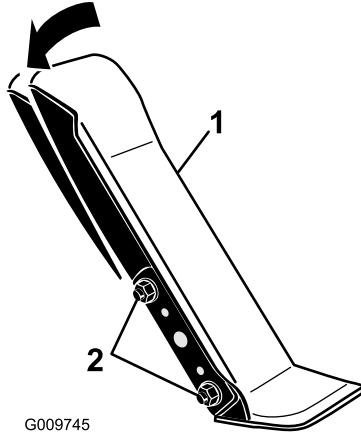

Figure 88
1. Desserrez les deux écrous et boulons qui fixent le côté gauche de la pédale de déplacement au support (Figure 88).
2. Faites pivoter la pédale à l'angle voulu puis serrez les écrous (Figure 88).